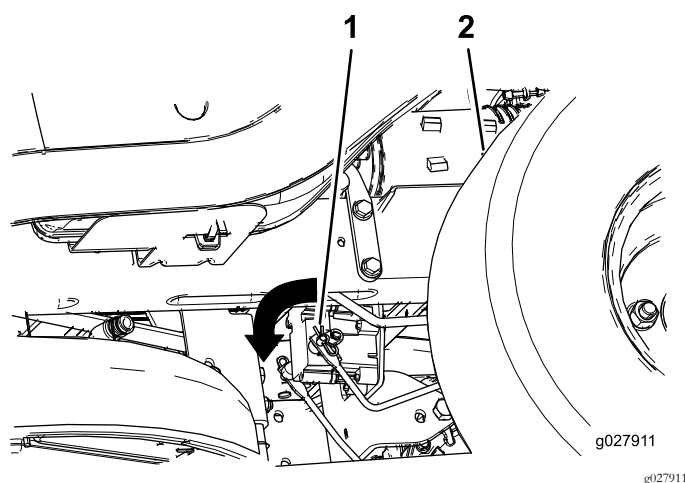

Figura 53
3. Localice el eje del freno eléctrico al que están conectados los brazos de enganche de los frenos (Figura 53).